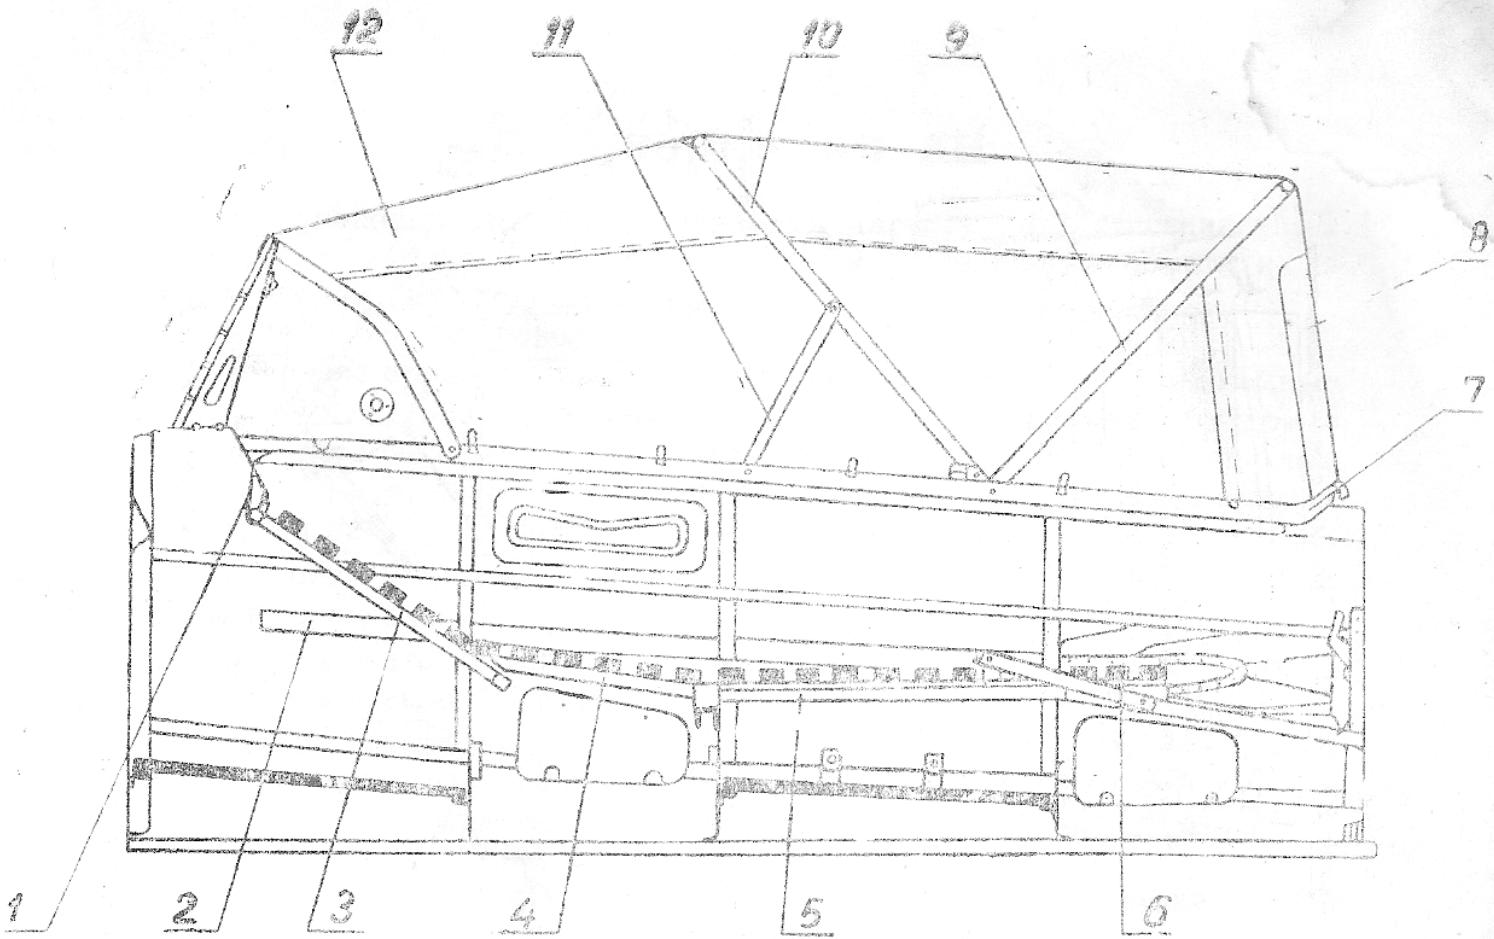

Рис. 3. 1. Крючок. 2. Весло. 3. Спинка переднего сиденья.
- а) снять дуги тента с лодки (рис. 3);